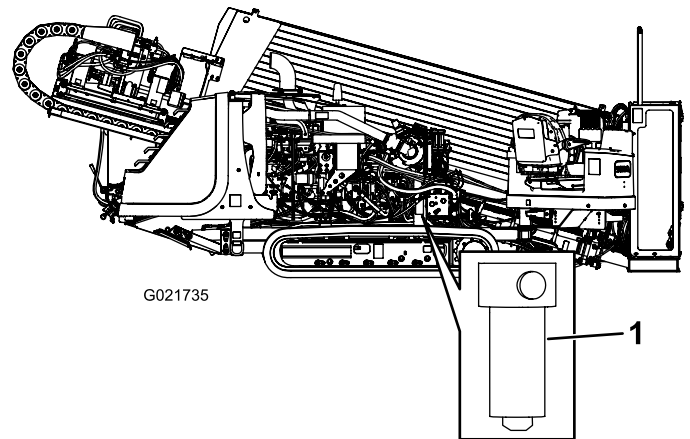

Figure 148
4. À l'aide d'une clé pour filtre, déposez le filtre de pression hydraulique (Figure 148).